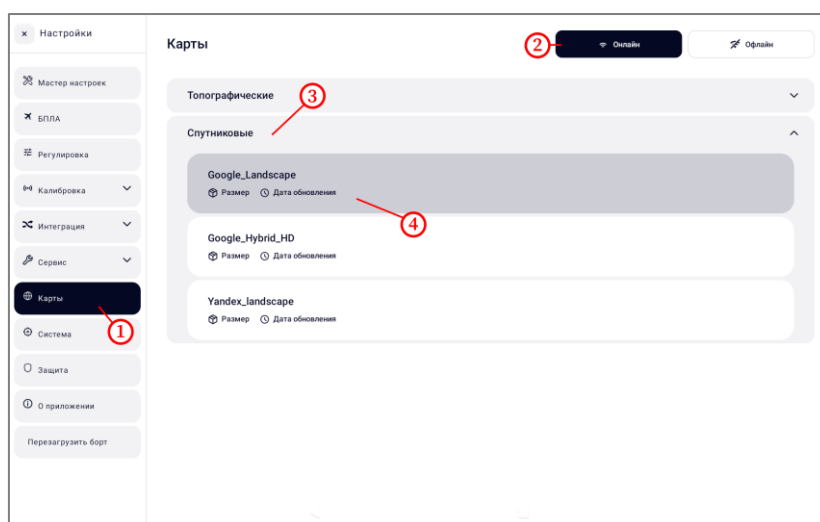

Рисунок 28
- в боковом меню выбрать пункт « Карты» (рисунок 28, шаг 1). Убедиться, что выбрана вкладка « Онлайн» (рисунок 28, шаг 2);
- нажать на категорию «Спутниковые» (рисунок 28, шаг 3);
- выбрать карту «Google_Landscape» (рисунок 28, шаг 4);